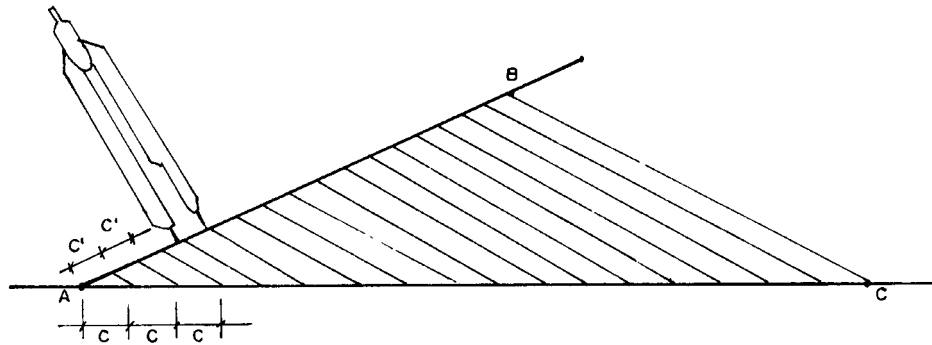

Figura 12.9 - Divisão de reta
- Traçar uma reta qualquer AC (Figura 12.9)